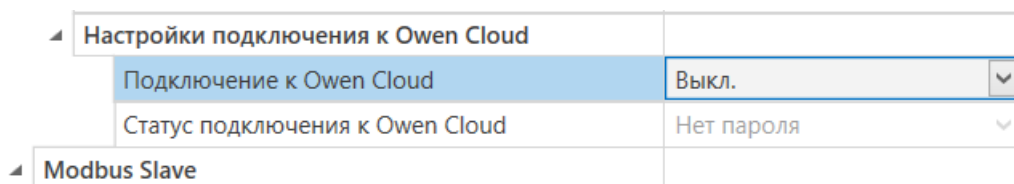

Рисунок 7.3 – Настройка автоматического подключения к облачному сервису
2. Задать значение «**Вкл.**» в параметре «**Подключение к OwenCloud**» (рисунок 7.3).